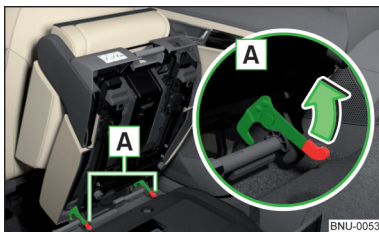

Fig. 91
- Bloquee el asiento al final de las barras guías presionando los bloqueos del asiento **A** en el sentido de la flecha » fig. 91.
- Si el asiento está desmontado, colóquelo primero sobre las barras guías y bloquéelo con los bloqueos de asiento **A** » fig. 91 de la pág. 91. Verificar si el asiento está correctamente bloqueado tirando de él.